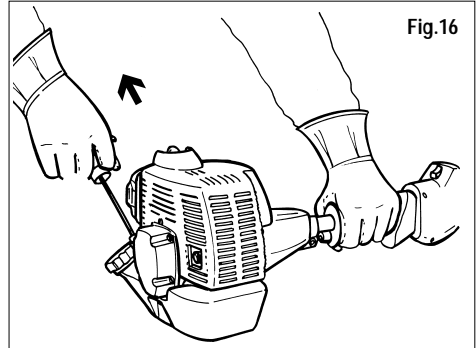

Fig.16
- 7) Mettre en marche le moteur comme décrit dans la notice de la Débroussailleuse (fig.16).